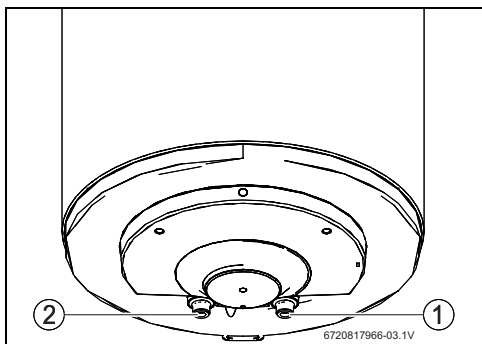

Fig. 9
▶ Para evitar confusiones, identifique convenientemente las conducciones de agua fría y de agua caliente (Fig. 9).